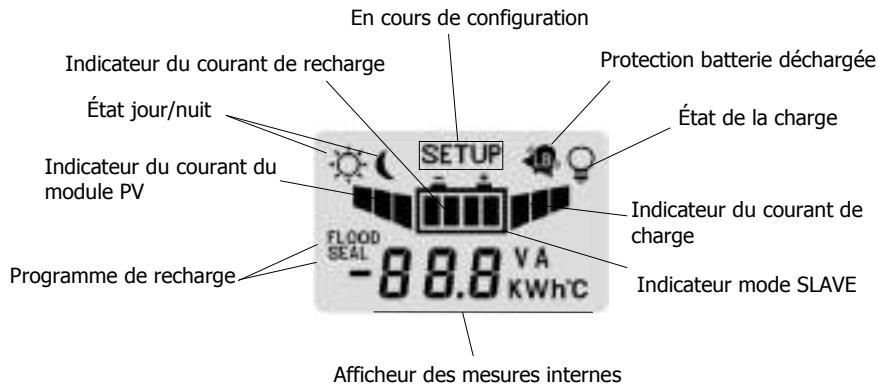

Fig. 4 Écran
- 2) Ôter le couvercle avant pour accéder aux branchements électriques (cf. fig.4).